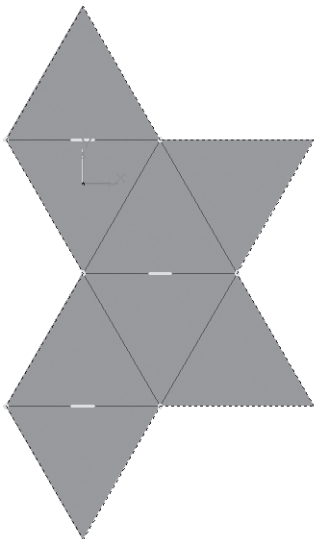

Рис. 390
- с помощью отрезка постройте линии сгиба (рис. 390);